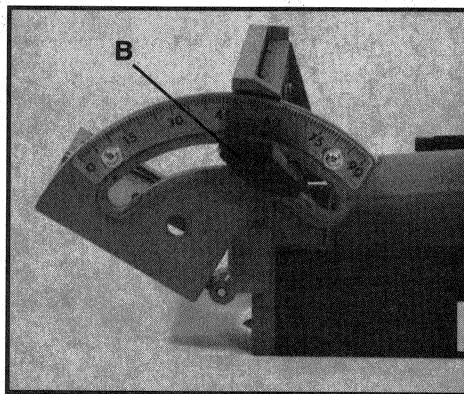

Fig. 4
2. Para ajustar el ángulo de la guía afloje la perilla (B) Fig. 4, y mueva la guía hasta que el ángulo deseado se obtenga. Apriete la perilla para fijar la guía en esta posición.
2. Afloje la perilla (B) Fig. 4, y cierre completamente la guía hasta la posición "O". Apriete la perilla.